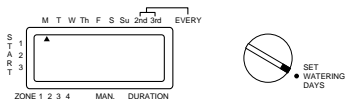

Ilustración 10
3. Oprima **ENTER** para fijar el día (vea la ilustración 10). El indicador se mantendrá en los días asignados para el riego. El indicador pasará automáticamente al día siguiente y pestañeará después de que usted oprima **ENTER**. Para saltar un día, oprima **NEXT**.